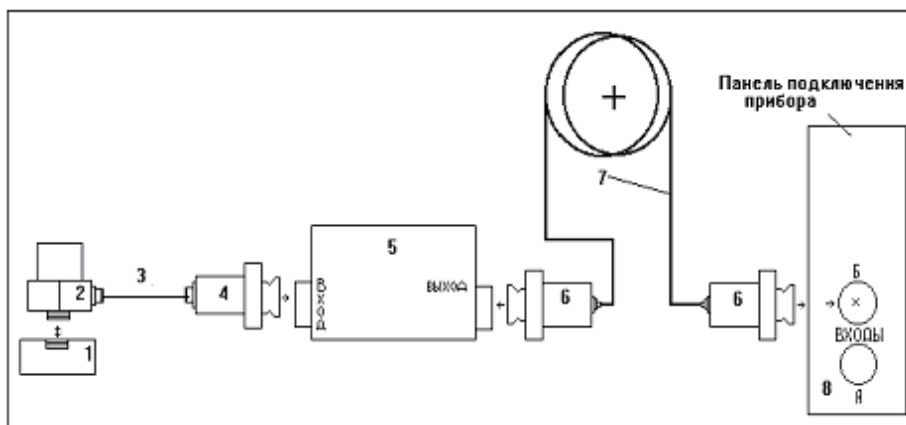

Рис.3. Установка датчиков и сборка рабочей схемы прибора ЛИДЕР-KTM-250 (номера элементов соответствуют последовательности подключения):
Сборка рабочей схемы прибора ЛИДЕР-KTM-250 (для одного канала измерения) осуществляется в соответствие с рис.3. Рабочая схема второго канала идентична.
Собрать рабочую схему прибора согласно рис.3. Датчик (2) из комплекта прибора соединить с выносным усилителем заряда (5) с помощью антивибрационного кабеля с микроразъемами (3) и переходника (4). Микроразъемы навинчиваются с одной стороны на датчик, с другой - на переходник (4). Переходник (4) подсоединить к выносному усилителю (5) на входной разъем CP-50. У некоторых датчиков вместо микроразъема на конце кабеля может быть непосредственно установлен разъем BNC, который подключается к входу усилителя. Выход усилителя (5) подключить удлинительным кабелем (7) на катушке к входу (А или Б) прибора. Питание выносного усилителя осуществляется от прибора через измерительный кабель.